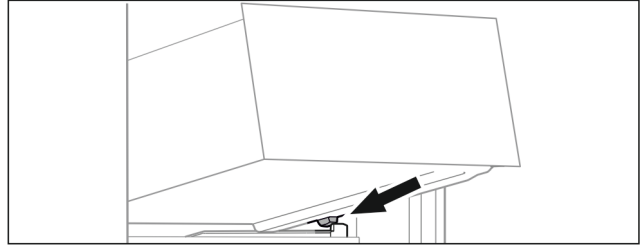

Fig. 67
- Çekmeceyi durdurucuların çapraz arkasında hazne tutma çıkıntısının üzerine yerleştirin. (bkz. Fig. 67)